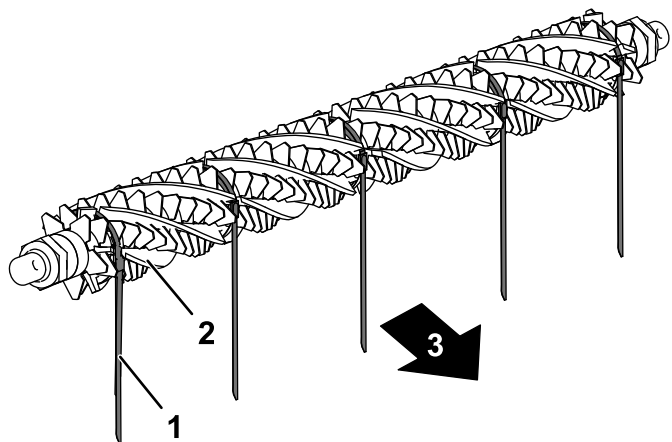

图17
3. 从疏草刀滚刀的一侧将刷子滑入整个疏草刀滚刀上的每条凹槽 图17。
重要事项 箍带必须以主要旋转方向绕着疏草刀刀片和刷子组件缠绕。图17中所示为用于正向旋转安装的箍带。